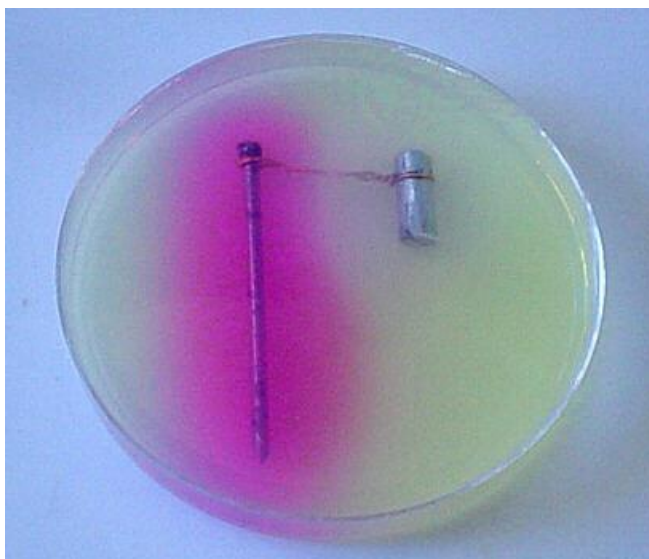

Figura 1. Exemplo de emprego de um anodo de sacrifício.
9.3.5 Proteção Catódica: forçar o ferro a se tornar o catodo e não o anodo em um sistema eletroquímico. A proteção catódica é feita acoplando-se o ferro a um outro metal que se oxide mais facilmente que ele (figura 1). Ex: o ferro galvanizado é obtido revestindo-se o ferro com uma camada de zinco. Esta película forma um anodo de sacrifício, que se corrói antes do ferro. O zinco forma hidróxido de zinco o qual se deposita sobre o material e é menos solúvel que o hidróxido de ferro, formando uma